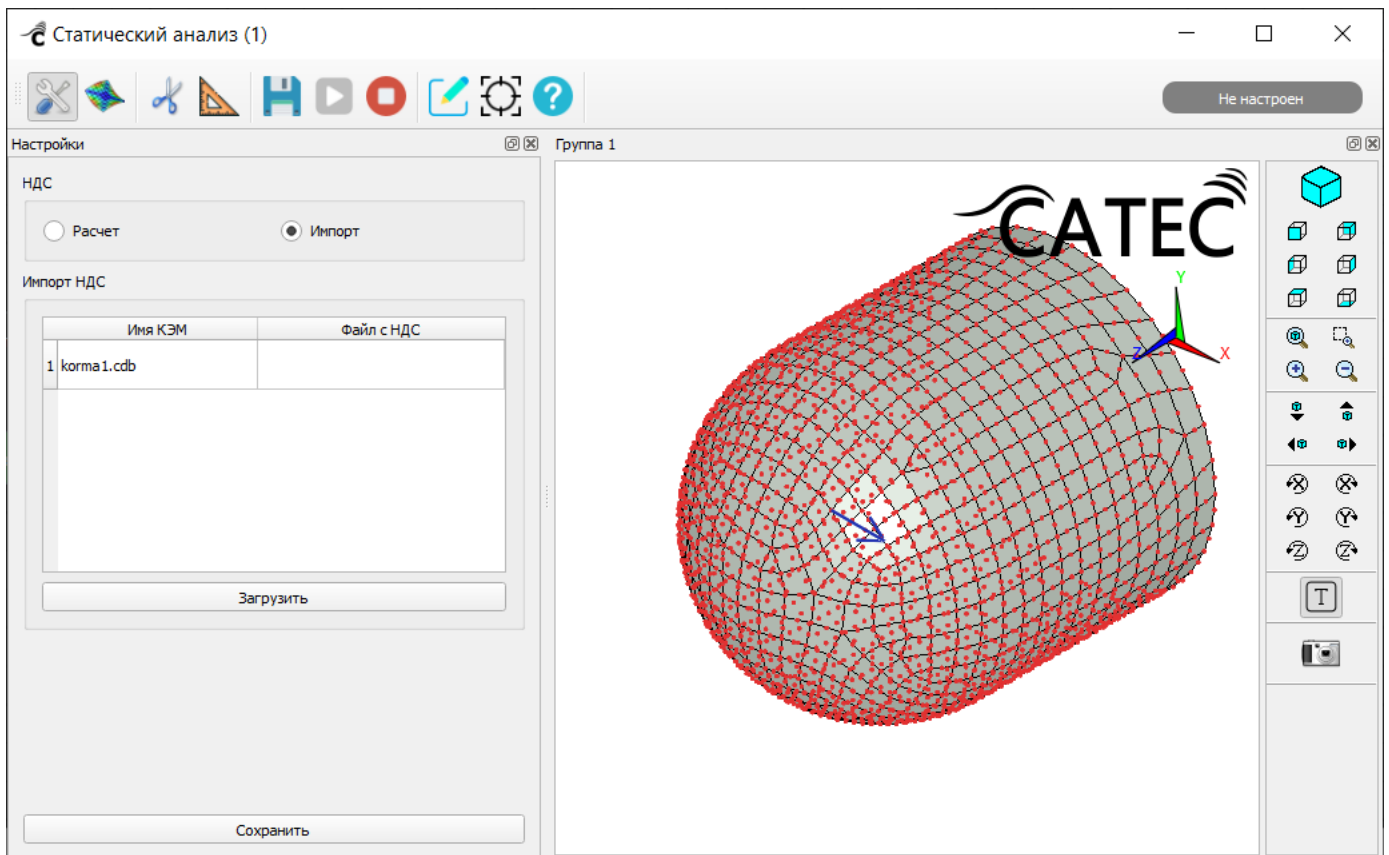

Рисунок 201 – Окно настроек карточки «Статический анализ». Вкладка «Импорт»
- вкладка «Импорт» – здесь выполняется импорт НДС из ПО «ЛОГОС» с помощью файлов специального формата .EFR (Рисунок 201).
На вкладке «Импорт» (Рисунок 201) выполняется импорт файлов НДС из ПО «ЛОГОС» с помощью файлов специального формата .EFR. В данном случае вместо расчета напряжений алгоритмами статического анализа для внесения поправок в матрицы жесткости элементов будут использованы импортируемые значения напряжений.
На вкладке присутствует таблица «Импорт НДС» (Рисунок 201).